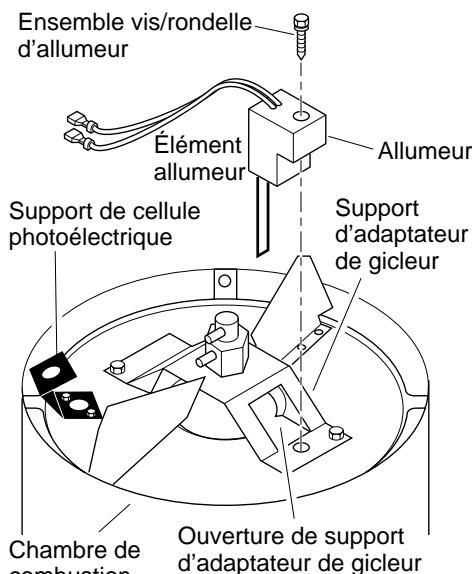

Figure 12 - Remplacement de l'allumeur
6. Retirer la chambre de combustion. Dresser la chambre de combustion sur une extrémité avec le support de l'adaptateur du gicleur en haut (voir figure 12).